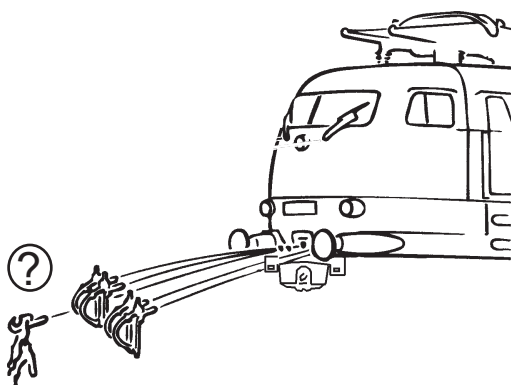

Fig. 3
2. Lubrication: Apply **tiny oil drops** to spots marked in fig. 8. Prior to lubrication dismantle locomotive (fig. 3). We recommend using item no. **10906, ROCO oiler**. For lubrication the gearparts (e.g. cogwheels, worm) we would recommend our ROCO **special grease** (item no. **10905**).
4. Carbon Brush Changing: First remove loco body (fig. 3), and then the motor (fig. 10).
2. Graissage: N'appliquez **qu'une tout petite goutte** aux endroits indiqués par le plan de graissage (fig. 8) après avoir démonté la caisse de la locomotive (fig. 3). Nous vous recommandons **le graisseur à huile ROCO réf. 10906**. Pour graisser les engrenages (roues dentées, vis sans fin) nous vous conseillons la **graisse spéciale ROCO réf. 10905** pour engrenages en matières synthétiques. Lorsque vous utilisez cette graisse il faut éviter d'huiler ces composants.
4. Remplacement des balais du moteur: Démontez la caisse (voir fig. 3). Démontez ensuite le moteur et échangez le balais (fig. 10).
voir } Fig.3